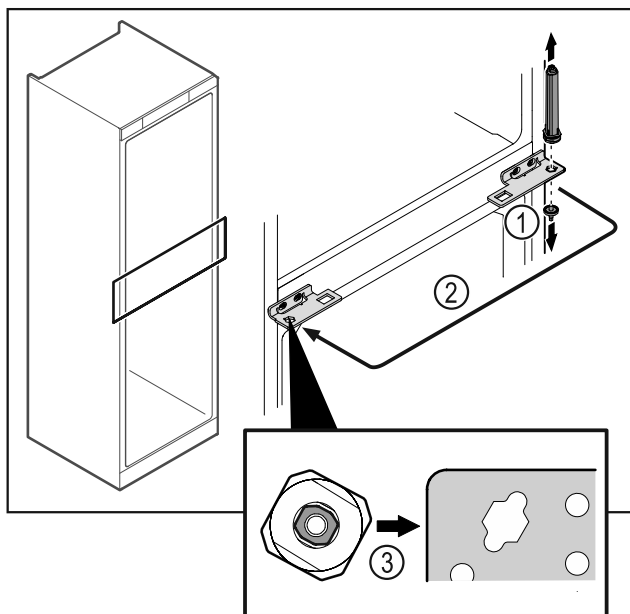

Fig. 48
- Odšroubujte čep závěsu Fig. 48 (1).
- Přesaďte uzavírací systém dvířek Fig. 48 (2).
- Při nasazování dbejte na správné vyrovnaní uzavíracího systému dvířek Fig. 48 (3).